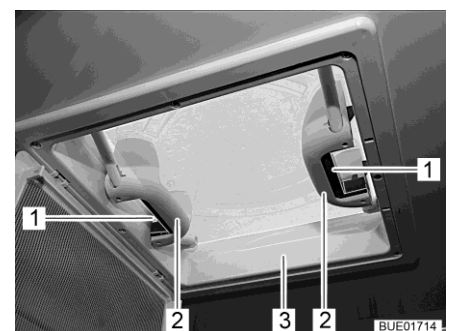

Bild 31 Griffe mit Schnappverschlüssen
- Schnappverschluss (Bild 31,1) zur Innenseite der Dachhaube (Bild 31,3) drücken. Gleichzeitig mit dem Griff (Bild 31,2) die Dachhaube nach oben drücken.
- Dachhaube (Bild 31,3) an beiden Griffen (Bild 31,2) kräftig nach unten ziehen, bis beide Schnappverschlüsse (Bild 31,1) eingerastet sind.